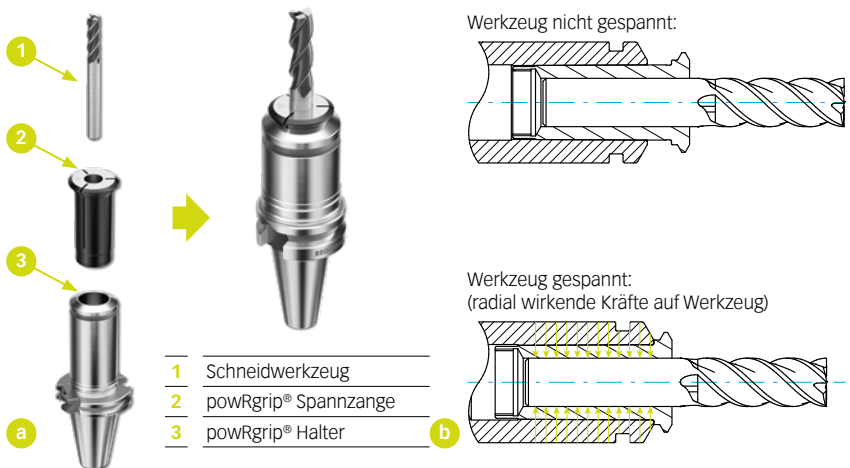

Abbildung 3.3
► **Abbildung 3.3 (a)** [18] zeigt die drei Komponenten des powRgrip® Systems: Werkzeughalter, Spannzange und Schneidwerkzeug, links im ungespannten und rechts im gespannten Zustand. Ergänzend dazu zeigt ► **Abbildung 3.3 (b)** [18] eine Schnittdarstellung des Spannbereichs, oben im ungespannten und unten im gespannten Zustand.